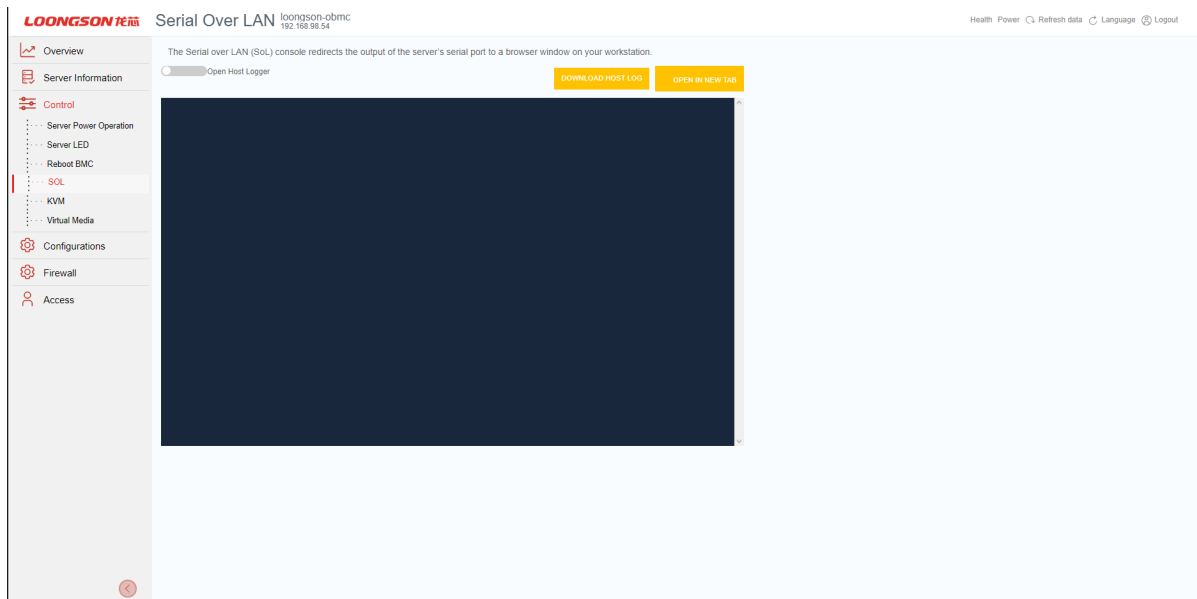

Рис. 77. Окно «SOL»
- 5) Пройдите во вкладку «Control» → «SOL» в данной вкладке осуществляется перенаправление выходных данных последовательного порта сервера в окно браузера на вашей рабочей станции. Окно показано на рис. 77 Окно «SOL»